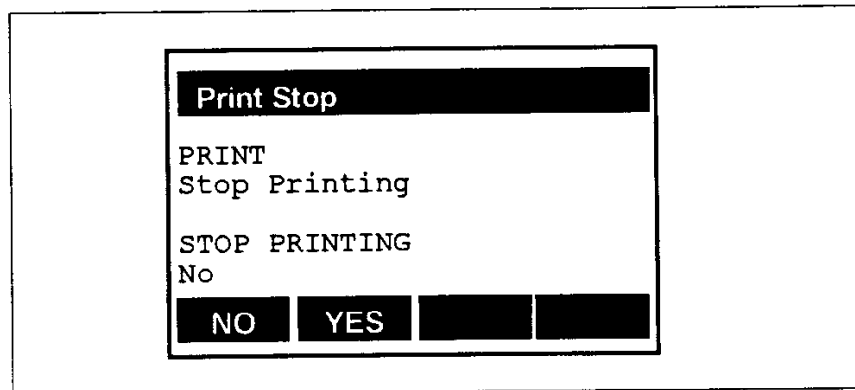

図 7-5： STOP を選択した後の表示画面
2. [F4]を押して、STOP を選択します。図 7-5 のような画面が表示されます。